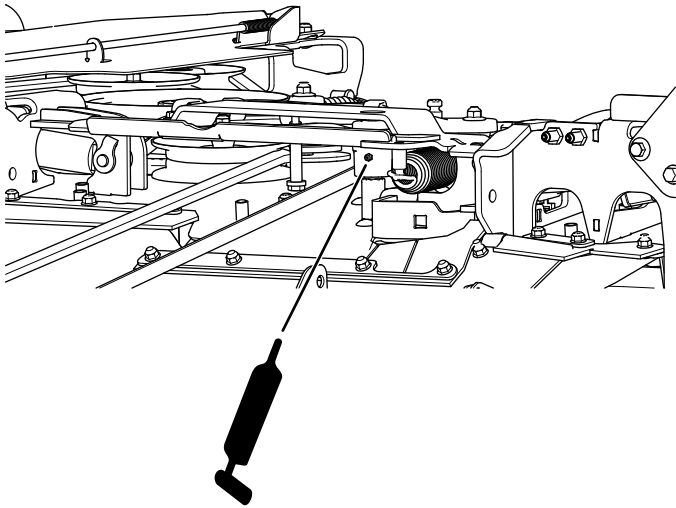

Figure 38
3. Graissez le pivot de la poulie de tension du tablier de coupe jusqu'à ce que la graisse ressorte par le bas (Figure 38).